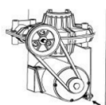

Fig. 21
- Retire la cubierta lateral izquierda desenroscando los tornillos; ajuste los dos tornillos ubicados en el soporte del motor, manteniendo una distancia adecuada entre el soporte del motor y la base del motor; apriete los tornillos para tensar la correa. (Fig. 21)